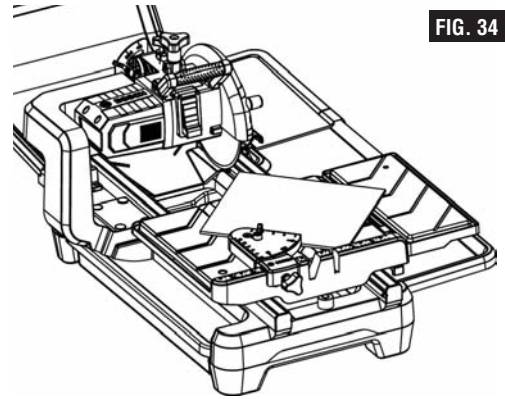

FIG. 34
7. En plaçant les mains fermement sur le guide longitudinal et le carreau en même temps, faites glisser doucement la table de travail coulissante en direction de la lame afin de mettre lentement le carreau en contact avec la lame. Puis continuez à pousser jusqu'à ce que la lame ait fini de couper le carreau (Fig. 34).